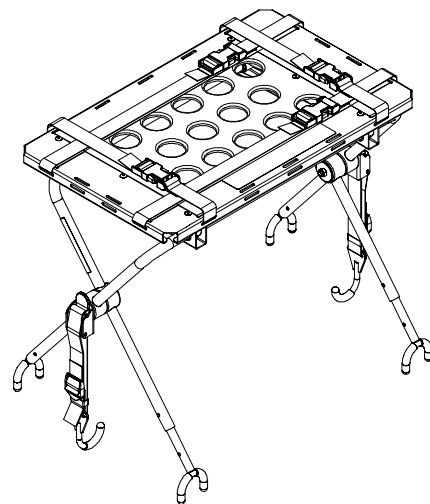

Figura 25 – Patas de la plataforma para el desfibrilador abiertas
2. Abra y expanda las patas de la plataforma para el desfibrilador (Figura 25).